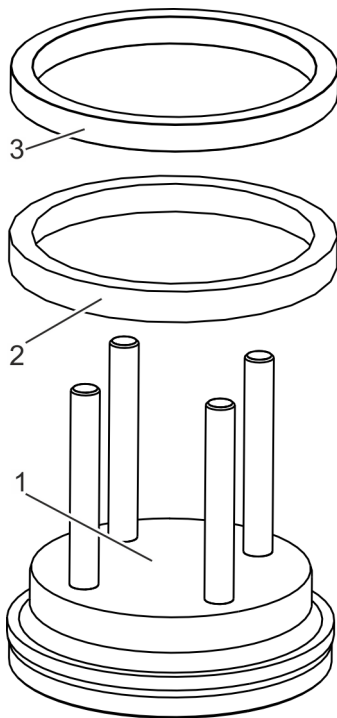

Fig. 11: Poner una nueva junta anular en la tapa
13. ➤ Retire de la tapa (Fig. 11/1) el anillo de apoyo (Fig. 11/3).
14. ➤ Retire la junta anular (Fig. 11/2) de la tapa sacándola hacia arriba.
17. ➤ Coloque una nueva junta anular (Fig. 11/2) en la tapa (Fig. 11/1).
18. ➤ Coloque un nuevo anillo de apoyo (Fig. 11/2) sobre la junta anular (Fig. 11/1).